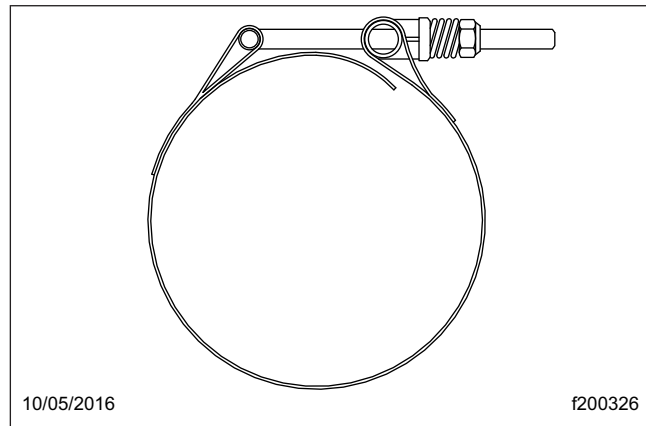
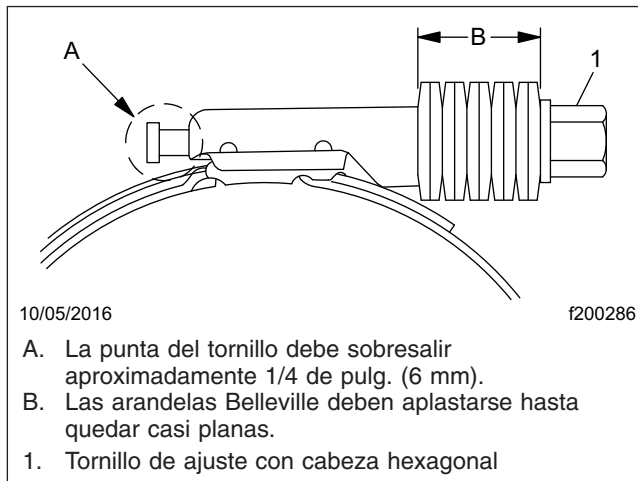

Figura 2, Abrazadera de manguera de perno en T
Figura 3, Configuración de una abrazadera de manguera Constant-Torque de Breeze
10. Conecte las mangueras. Las abrazaderas de manguera pueden ser abrazaderas de perno en T (vea la Figura 2) o abrazaderas Constant-Torque de Breeze (vea la Figura 3).